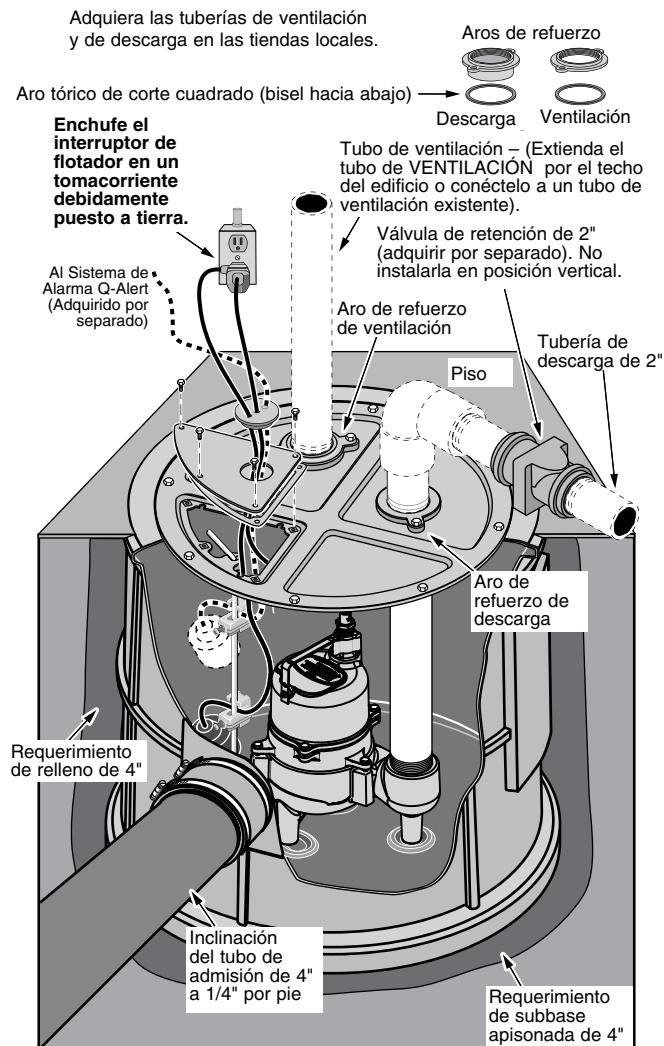

Figura 1 – Instalación típica
Instrucciones para la instalación. Consulte la figura 1.
1. Cave el pozo para el depósito de aguas residuales y la subbase. El pozo debe ser lo suficientemente profundo para que el piso terminado quede al ras con la parte superior del depósito. Consulte la Figura 1, página 3.
8. Instale la válvula de retención de 2" en la porción horizontal de la tubería de descarga. Consulte la Figura 1. Asegúrese de que la flecha que indica el flujo señale en dirección opuesta a la bomba. Esta válvula de retención evitará que el agua corra de regreso hacia el depósito cuando la bomba no esté funcionando.